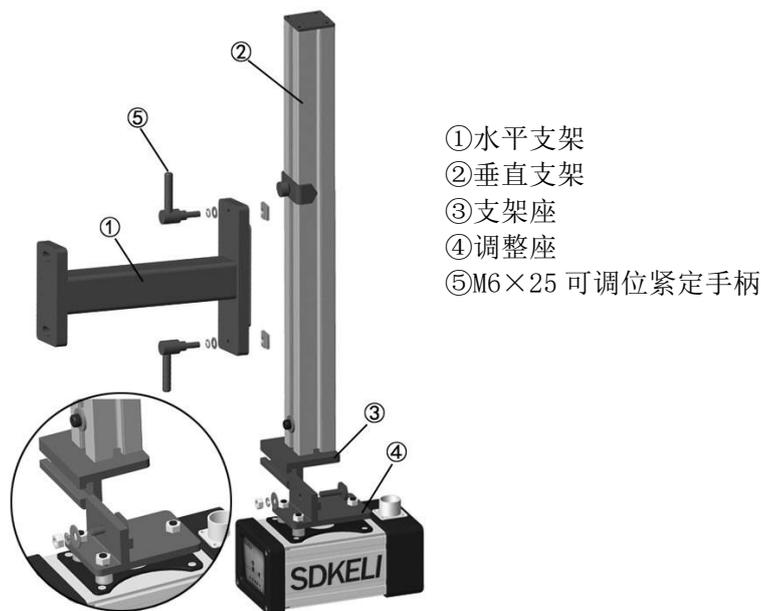

图 3.12 线性支架安装示意图
2) 使用 M6×25 可调位紧定手柄⑤（配弹垫）通过与垂直支架②型材槽内的预置螺母固定，实现水平支架与垂直支架的连接。
3) 将垂直支架支架座③和传感器上的调整座④通过 M6 的 T 型螺栓和六角螺母（配弹、平垫）固定，实现传感器与垂直支架的连接，参见图 3.12。